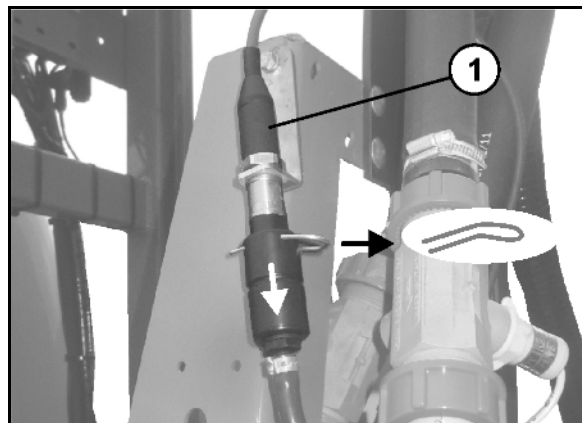

Fig. 145
21. **Super-S-bommer:** Trykksensoren dreneres, ved å løsne slangen fra trykksensoren (Fig. 145/1).